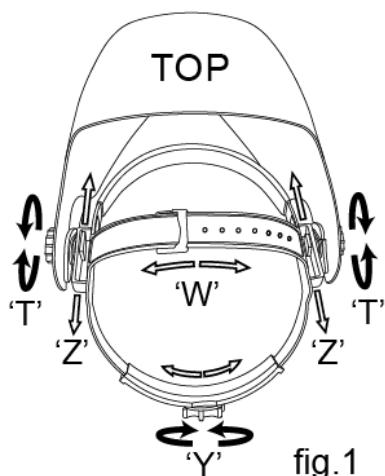

fig.1
Celkový obvod hlavového kříže může být zmenšen nebo zvětšen otáčením kolečka na zadní straně oblouku. (Viz.nastavení "Y" na fig.1). To může být provedeno i při používání kukly a umožnuje nastavit napětí tak, aby kukla seděla pevně na hlavě, aniž by byla příliš těsná.
- Je-li horní oblouk příliš vysoko nebo příliš nízko nad temenem hlavy, upravte nastavení popruhu, který prochází přes horní části hlavy. (Viz.nastavení "W" na fig.1).
Krok 1: Povolte matice (viz."T" na fig.1.) Nastavte vzdálenost mezi kuklou a vaším obličejem ve spodní poloze.
Krok 2: Povolte matice na obou stranách kukly a posuňte jej blíže nebo dál od obličeje. (Viz.nastavení "Z" na fig.1). Je důležité, aby vaše oči byly vždy ve stejné vzdálenosti od filtru. Jinak ztmavení může vypadat jako nestejnoměrné. Krok 3: po nastavení znova utáhněte nastavovací matice.